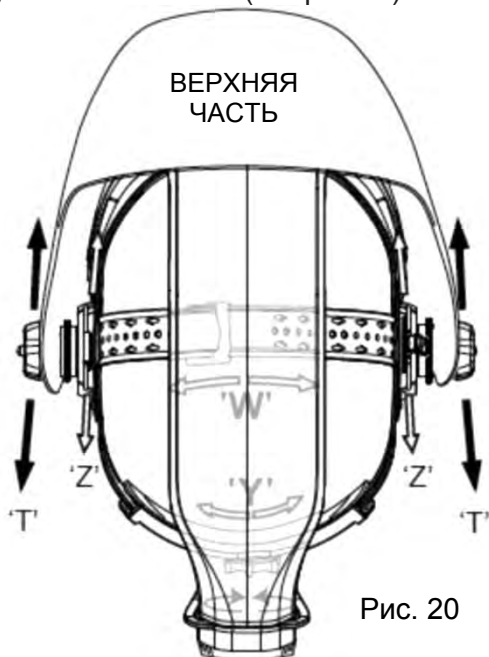

Рис. 20
Общая окружность наголовника может быть увеличена или уменьшена путем поворота ручки на задней стороне наголовника. (см. установку «Y» на рис. 20). Это можно сделать, надев маску на голову и установив правильное натяжение наголовника, чтобы маска надежно держалась на голове без чрезмерного затягивания.
- Если наголовник находится слишком высоко или слишком низко на голове, отрегулируйте ремень, который проходит над верхней частью головы. Для этого отпустите конец ленты, выдвинув стопорный штифт из отверстия в ленте. Сдвиньте две части ленты, установив нужную ширину, и вставьте стопорный штифт в ближайшее отверстие. (См. параметр «W» на рис. 20).
Шаг 1: Открутите контргайку (см. «T» на рис. 20), чтобы отрегулировать расстояние между маской и лицом в нижнем положении.
Шаг 2: Ослабьте контргайку с обеих сторон маски и передвиньте ее ближе или дальше от лица. (См. параметр «Z» на рис. 20). Важно, чтобы ваши глаза находились на одинаковом расстоянии от защитного стекла. В противном случае эффект затемнения может оказаться неравномерным.